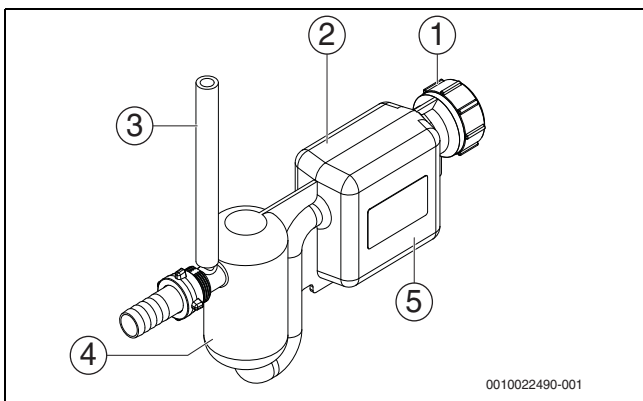
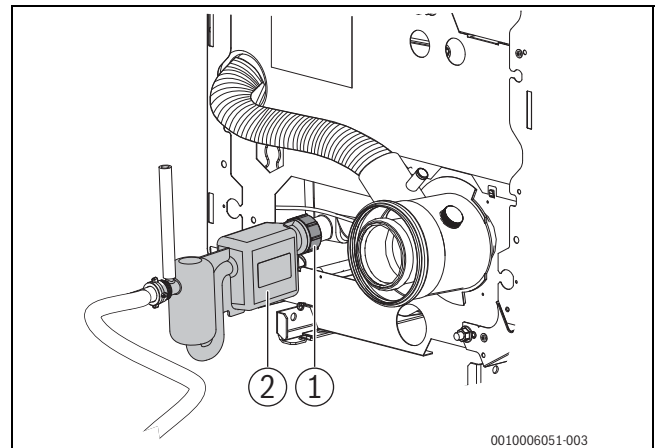

Bild 62 Siphon, Version 2
Bild 63 Kondensatwanne reinigen; dargestellt mit Siphon Version 2
- ▶ Verschraubung am Anschlussstutzen der Kondensatwanne [1] lösen und Siphon [2] abnehmen (→ Bild 63).
- ▶ Siphon (→ Bild 62; Ausgleichsvolumenbehälter [4] und Schmutzauffangbehälter [5]) mit Wasser befüllen.
- ▶ Siphon (→ Bild 62) an den Anschlussstutzen der Kondensatwanne (→ Bild 63) schrauben.
- ▶ Über den Entlüftungsschlauch (→ Bild 62, [3]) Wasser nachfüllen und dabei sicherstellen, dass der Siphon vollständig mit Wasser gefüllt ist.